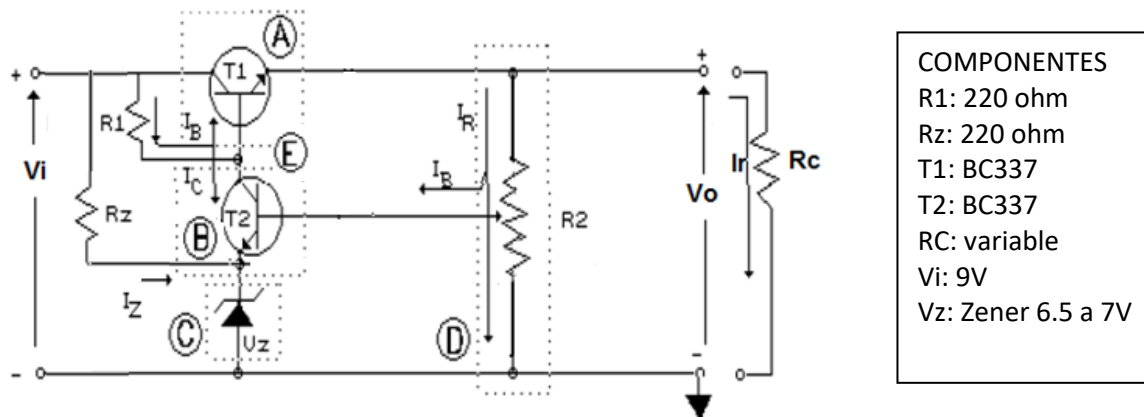

Figura 8: Circuito regulador serie. (Los componentes pueden cambiar según la regulación)
Para evaluar la regulación serie se analiza el circuito de la figura 8. Se determinarán los valores correspondientes a las variables V_i , V_o , I_r e R_c .
Tabla 1. Valores obtenidos de la experiencia correspondiente al circuito Figura 8
- *Armar el circuito eléctrico de la figura 8. (Simulación).*